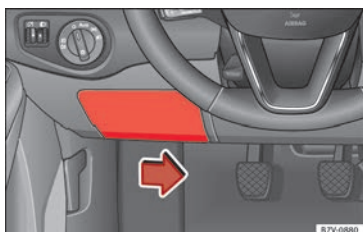

Fig. 60 Sur le tableau de bord côté conducteur : cache du boîtier de fusibles.
- Pour retirer le couvercle, déplacez vers la droite la manette d'actionnement située dans la partie inférieure de celui-ci » **fig. 60.**